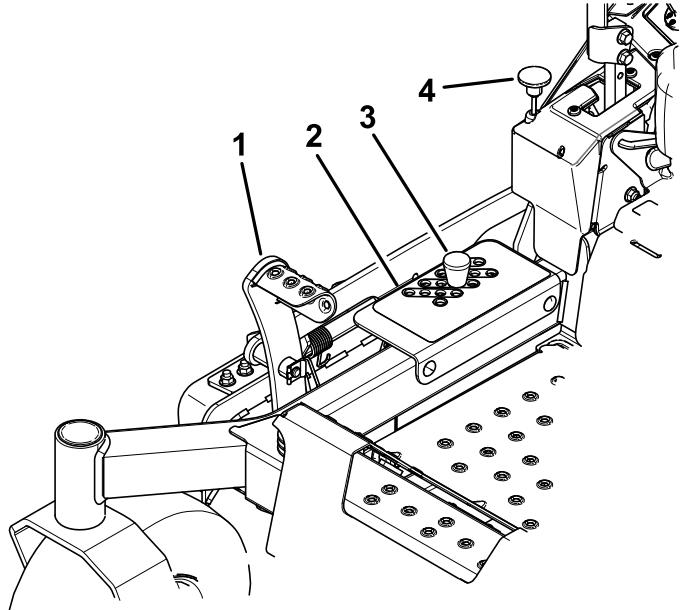

Рисунок 29
- Нажмите на педаль подъема деки ногой и поднимите деку газонокосилки в TRANSPORT (ТРАНСПОРТНОЕ) положение (также соответствующее положению высоты скашивания 127 мм), как показано на Рисунок 29.
- Извлеките штифт из кронштейна высоты скашивания (Рисунок 29).
- Выберите отверстие в кронштейне высоты скашивания, соответствующее требуемой высоте скашивания, и вставьте штифт (Рисунок 29).